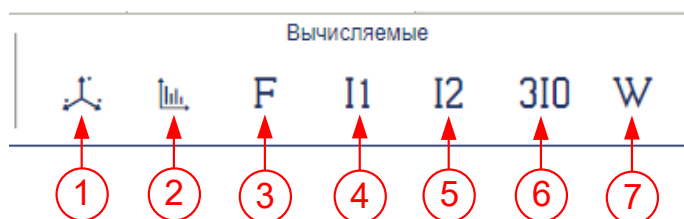
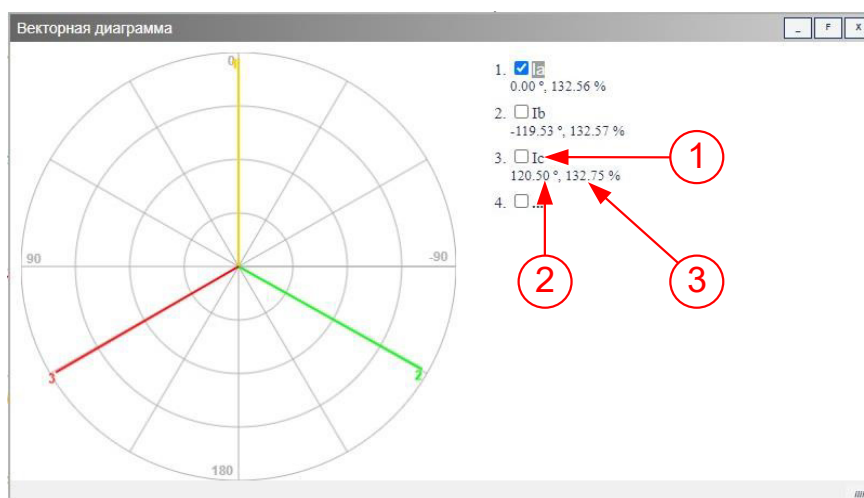

Рисунок 40 – Блок «Вычисляемые»
Рисунок 41 – Диалоговое окно «Векторная диаграмма»
Блок «Вычисляемые» (рис. 40) содержит следующие элементы:
Кнопка «Векторная диаграмма» (см. рис. 40, поз. 1) открывает соответствующее диалоговое окно (рис. 41), предназначенное для вывода в отдельном окне векторной диаграммы действующих значений аналоговых сигналов.
- название сигнала (см. рис. 41, поз. 1);
- угол вектора (см. рис. 41, поз. 2) текущего сигнала относительно вектора, отмеченного флажком, либо абсолютный фазовый угол (если установлен флажок «☒»);
- действующее значение сигнала в соответствующих единицах измерения (см. рис. 41, поз. 3).
Кнопка «Спектр» (см. рис. 40, поз. 2) позволяет построить спектральную диаграмму сигнала, для чего необходимо выделить нужный сигнал и нажать ЛКМ данную кнопку. Спектр строится для периода сигнала, на котором установлен курсор времени. При открытом окне со спектром можно
Кнопка «*Частота*» (см. рис. 40, поз. 3) позволяет вывести в главном окне график частоты для выбранного сигнала.
Кнопки «*Прямая последовательность*» (см. рис. 40, поз. 4), «*Обратная последовательность*» (см. рис. 40, поз. 5) и «*Нулевая последовательность*» (см. рис. 40, поз. 6) позволяют построить графики прямой, обратной и нулевой последовательностей выбранных векторов (токов или напряжений). Необходимо выбрать три сигнала, образующих симметричную трёхфазную систему.
Кнопка «*Мощность*» (см. рис. 40, поз. 7) позволяет построить графики активной (P), реактивной (Q) и полной (S) мощности, для чего необходимо выбрать пару сигналов (ток и напряжение) и нажать кнопку «*Мощность*».